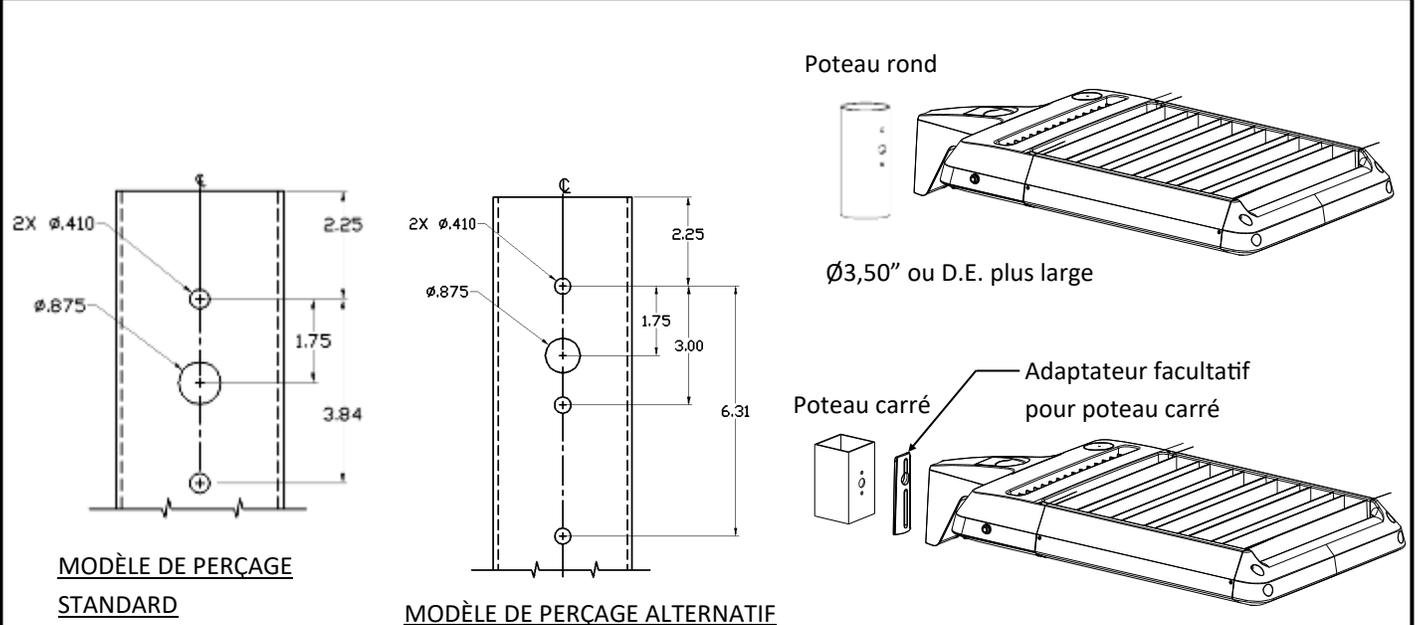

Fig. 1
1. **Remarque : Pour les poteaux carrés :** Utilisez l'adaptateur pour poteaux carrés en option. Installez entre le poteau et le luminaire. **Voir Fig. 1**